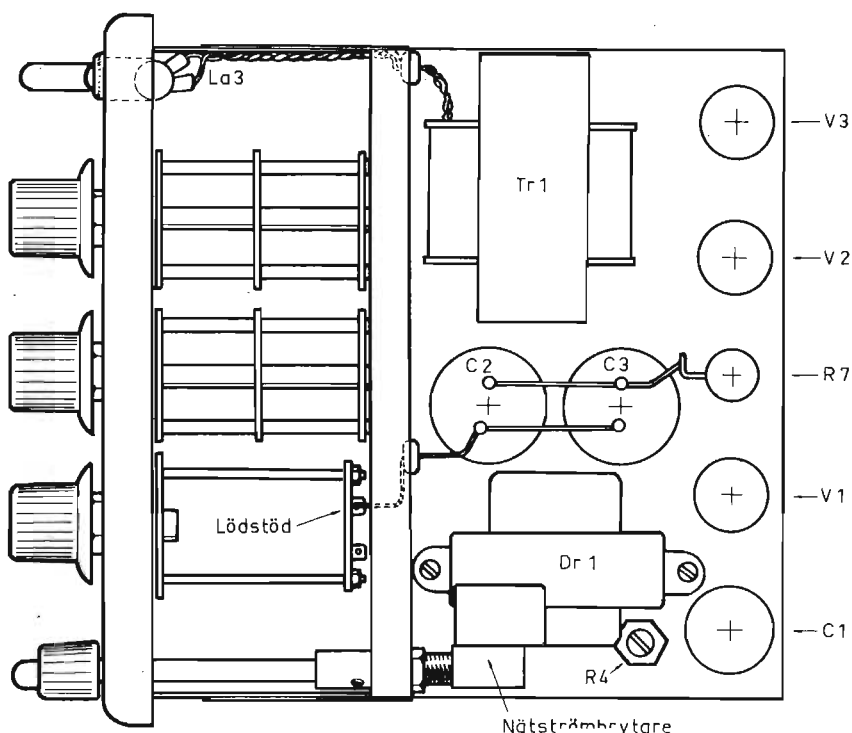

Fig 10
Inget chassi används, enheterna är fästa direkt i frontstycket. Ett lödstöd för kondensatorerna i dekadomkopplaren har monterats på de förlängda skruvarna på områdesomkopplaren. Se fig. 10.
*Generatoren sedd ovanifrån. Till vänster syns de tre frekvensomkopplarna, uppiifrån räknat: tiotalomkopplare, entalsomkopplare och områdesomkopplare. Gytret av småkondensatorer på den sistnämnda är det synbara resultatet av en omsorgsfull trimning. Potentiometern som syns på nättransformatorn var avsedd för brumutbalansering, men gjorde föga nytta, varför den ej inritats i principschemat. Jfr fig. 10.*
Den bakre sektionen består av nätdelen och förstärkaren. Rören och effektmotståndet R7 har ställts på linje efter aluminiumchassiets bakkant, där värmeavledningen är bäst. Se fig. 10. Gälar finns upptagna på lådans baksida, men eftersom värmeutvecklingen är betydande har ventilationshål borrats i kåpan rakt över rören.
Vridströmbrytaren för nätspänningen har fästs på den vertikala monteringsplattan och gjorts åtkomlig från fronten medelst en förlängningsaxel. Se fig. 10 och 11.